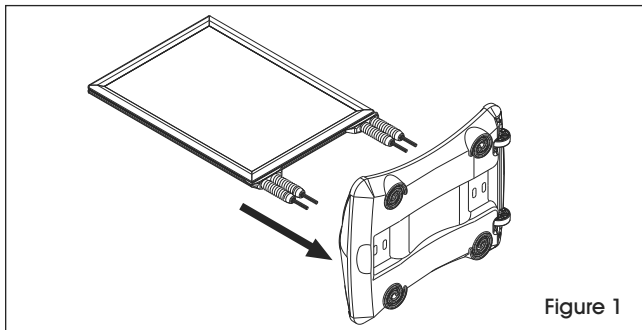

Figure 1
1. Insert screws on bottom of frame through top of base. (See Figure 1)
1. Insérez les vis de la partie inférieure du cadre à travers la partie supérieure de la base. (Voir Figure 1)